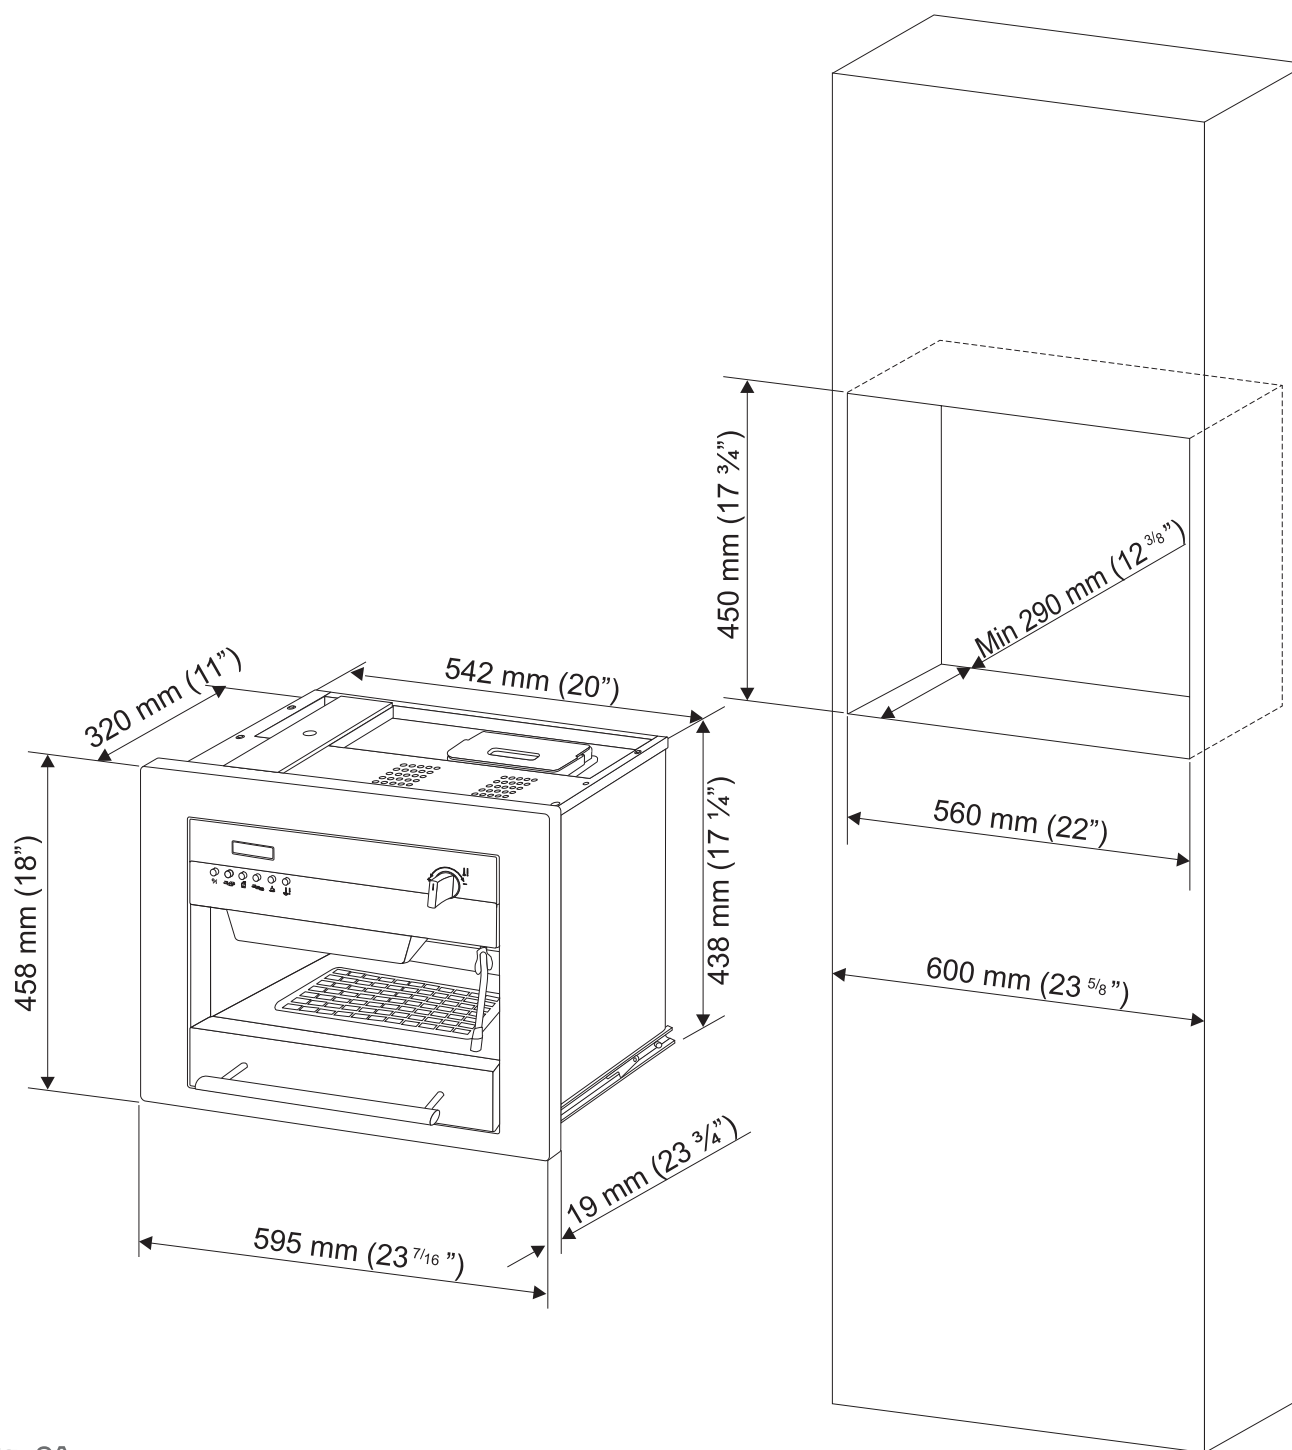

Fig. 2A
1. Comprobar que las dimensiones de la apertura para el alojamiento de la máquina sean adecuadas (fig.2A/B).